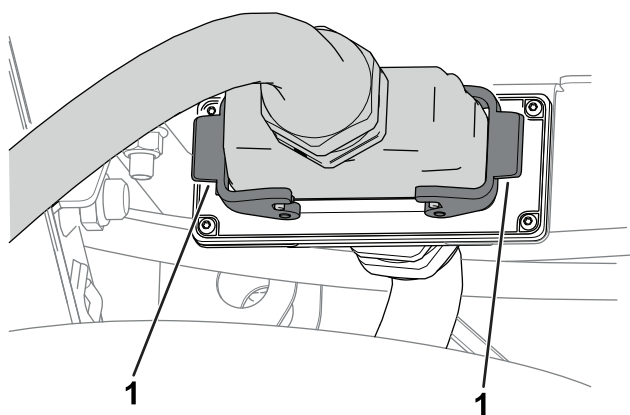

図 6
8. マシンのコネクタについているラッチを使って接続を固定する (図 6)。